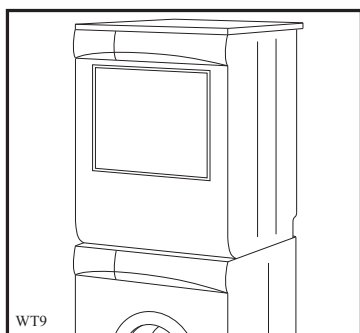

Fig 5
- Modeller uden sokkel (fig. 5 og 6);